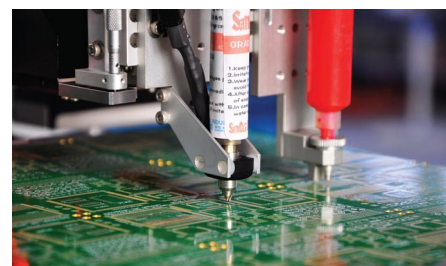

Рис. 6. Сдвоенная система дозирования
- сдвоенная система дозирования, для последовательного нанесения припойной пасты и клея (см. рис. 6);